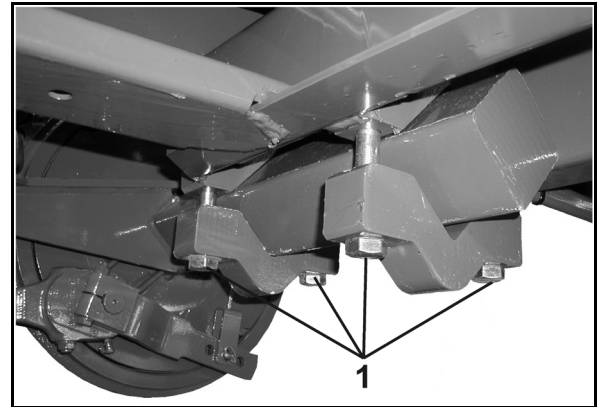

Fig. 106
4. Klemmschrauben (Fig. 106/1) lösen.